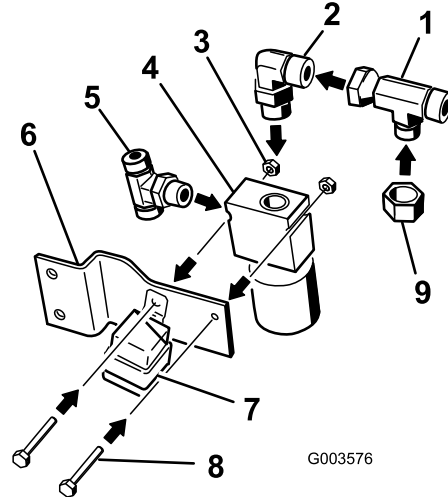

Figura 11
1. Instale los acoplamientos con los ángulos indicados en las figuras. Instale el acoplamiento en T en el lateral de la válvula. Consulte el acoplamiento en T correcto en Figura 11.
2. Instale un codo pequeño de 90 grados en la parte superior de la válvula (Figura 11).
3. Conecte el adaptador en T al codo de 90 grados. Consulte el acoplamiento en T correcto en Figura 11.
4. Instale el tapón en el adaptador en T (Figura 11).
6. Instale la válvula en el soporte de la válvula con 2 pernos (1/4 x 1-3/4 pulgadas) y 2 tuercas (1/4 pulgada) (Figura 11).